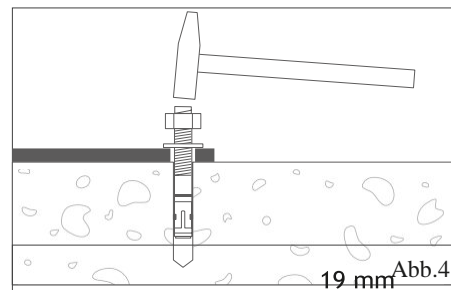

Abb.4
- 6 Nehmen Sie jetzt die vorbereiteten Bolzenanker, stecken Sie diese in die Bohrungen und schlagen Sie mit wenigen Hammerschlägen (Abb.4) jeweils auf den Einschlagzapfen bis die Unterseite der Sechskantmutter fast die auf der Montageplatte der Fahrradreparaturstation aufliegende Unterlegscheibe berührt.